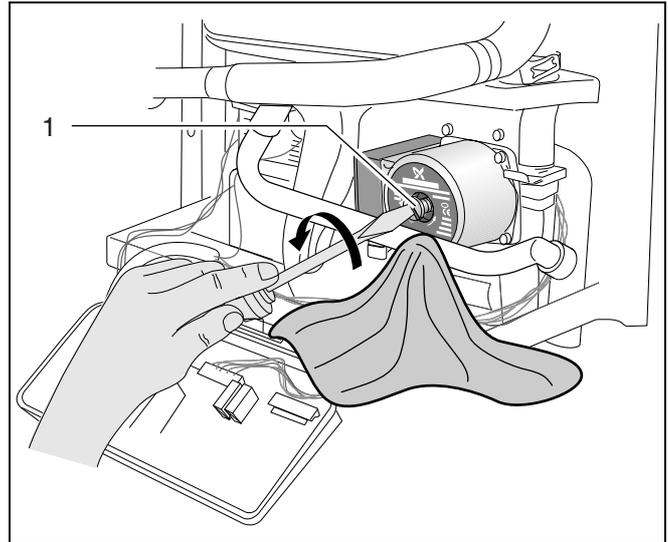

Fig. 27 Allentare la vite di sfiato della pompa di circolazione
- Allentare di due giri la vite di sfiato (fig. 27, pos. 1) sul lato anteriore della pompa di circolazione.